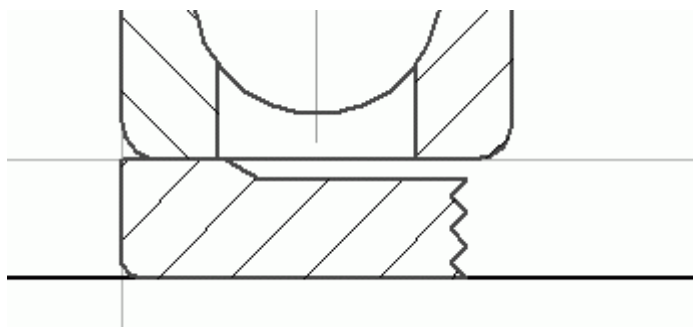

Рис. 2.90. Кольцо маслоудерживающее (половина сечения)
5. Постройте половину сечения маслоудерживающего кольца и заштрихуйте его (рис. 2.90). Для построения желательно использовать команду Ломаная, после чего выполнить скругление в левом нижнем углу изображения кольца. Конечно, вы можете создать то же изображение при помощи инструмента Непрерывный ввод объектов, а затем объединить его в контур, используя команду Собрать контур панели Геометрия. Имея изображение кольца в виде контура, вам значительно легче будет его выделять и копировать.
6. Создайте зеркальную копию вычерченной половины кольца. Перед нажатием кнопки Симметрия панели Редактирование не забудьте вместе с контуром выделить и штриховку. При создании штриховки желательно уменьшить шаг (на рис. 2.90 принято значение 2 мм), так как площадь, ограниченная контуром, небольшая.